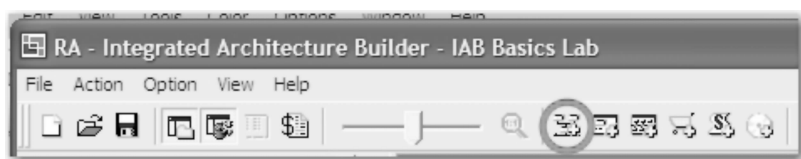

图 26-9 新建系统图
1. 单击“新建系统”（New System）按钮，创建新系统视图，如图 26-9 所示。